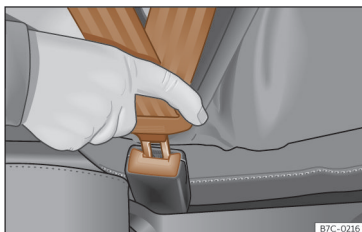

Fig. 20 Inserir a lingueta do cinto de segurança no fecho correspondente.
- Encaixe a lingueta no fecho do respetivo banco >>> Fig. 20.